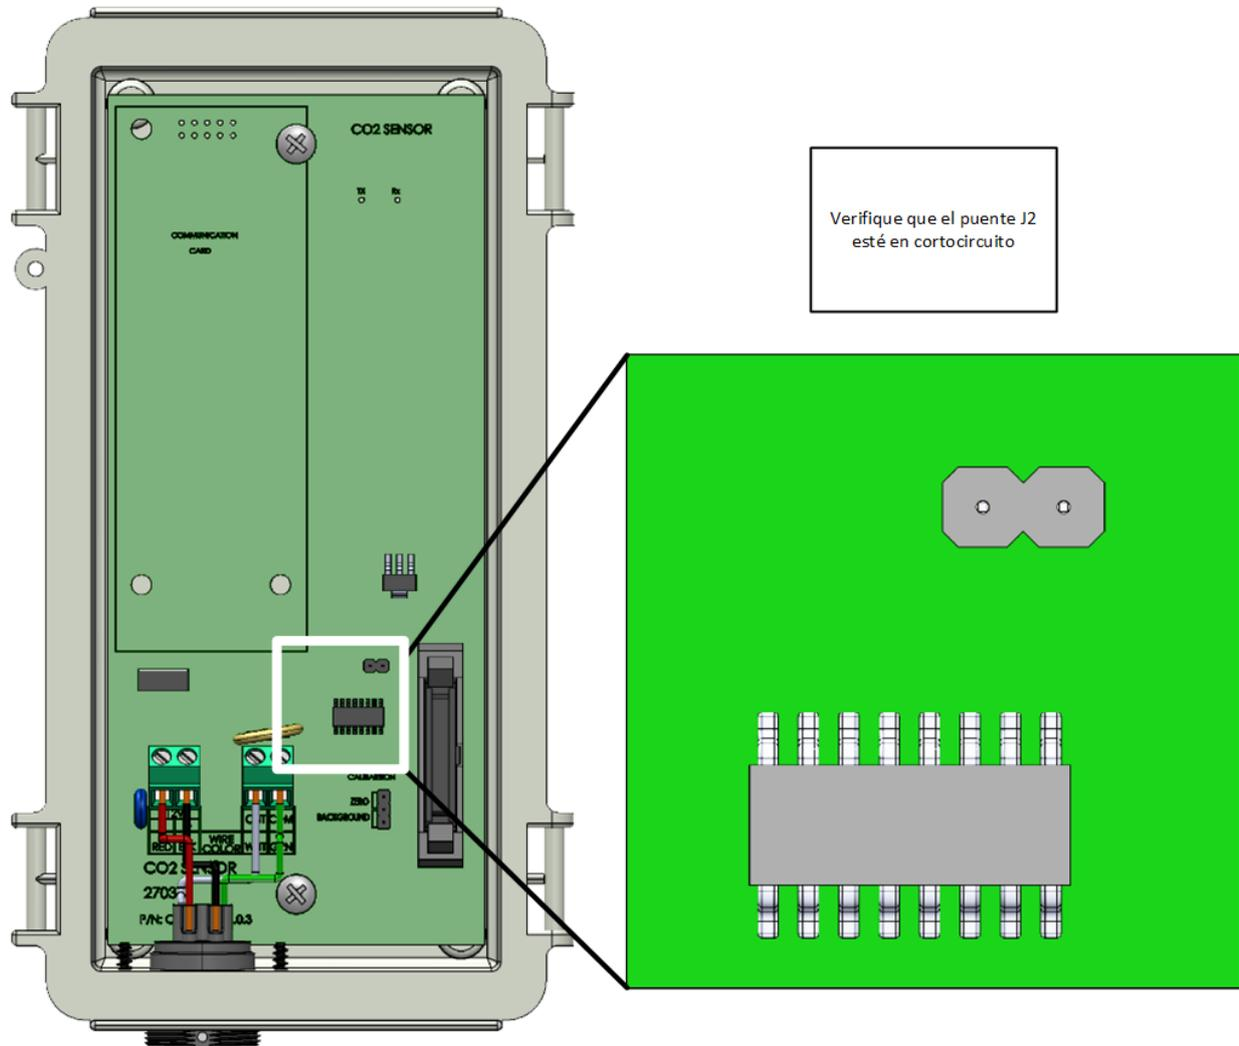

Figura 3: Puente J2
**NOTE** Verifique que J2 no esté en cortocircuito (consulte la Figura 3).